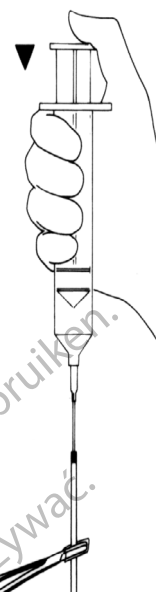

Figura 4-4b. Inserte la aguja en el tubo
6. Llene el manguito con la solución de llenado recomendada, de 1 a 5 cc, dependiendo del tamaño del manguito. (Figura 4-4b)